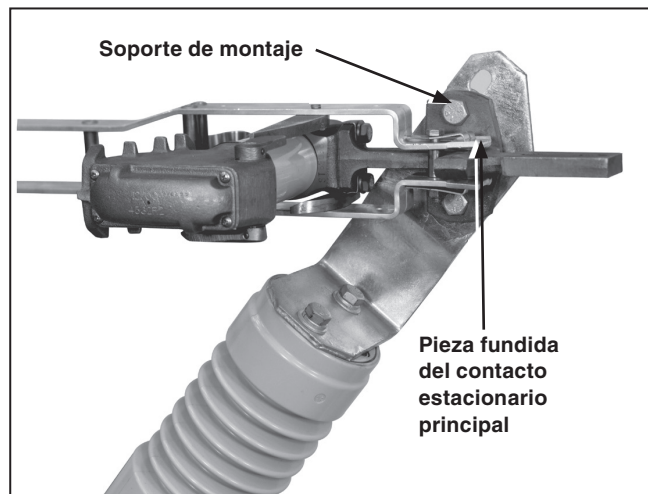

Figura 44. Ajuste la posición de la pieza fundida del contacto estacionario principal.
- (f) También puede ser necesario aflojar los tornillos que sujetan la pieza fundida del contacto estacionario principal a su ménsula de montaje y gire ligeramente la pieza fundida para lograr las distancias necesarias. Ver la Figura 44. Vuelva a apretar los tornillos, asegurándose de que la cuchilla se enganche al contacto estacionario en el centro.